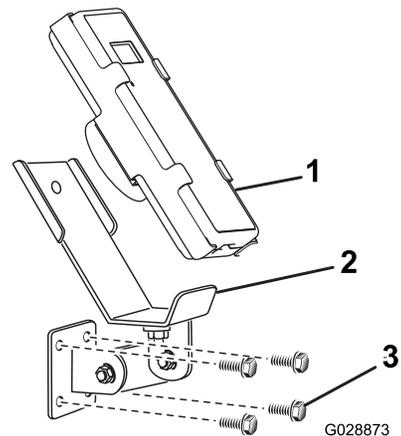
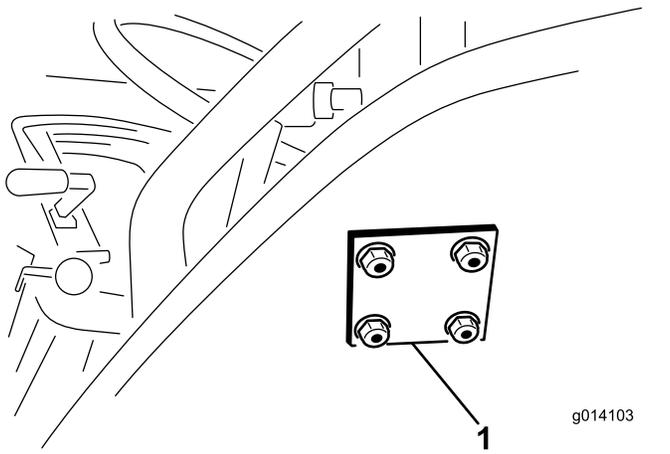

图 10
图 11
3. 用 4 个 5/16 x 1½ 英寸 凸缘头螺栓和凸缘锁紧螺母连接安装支架和支撑板图 10 和 图 11。